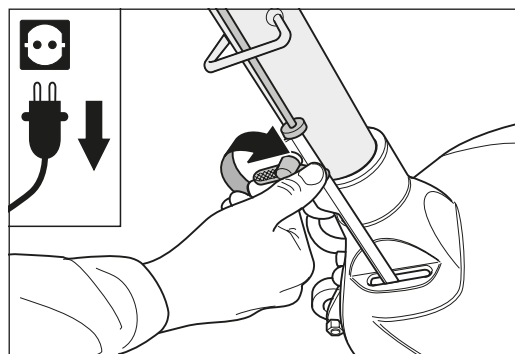
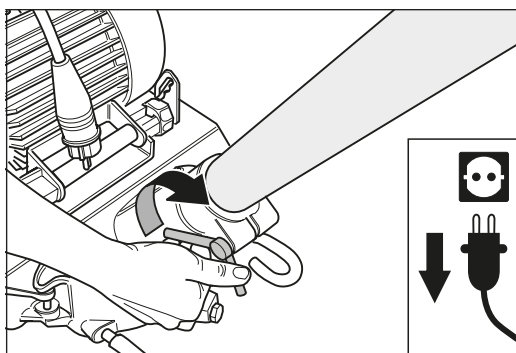

Fig. 3 Après le montage du tuyau de guidage, serrez fermement la vis à ailettes.
Fig. 4 Serrez soigneusement l'écrou à ailettes.
- 3 Serrez fermement la vis à ailettes et l'écrou à ailettes (fig. 3 et fig. 4).